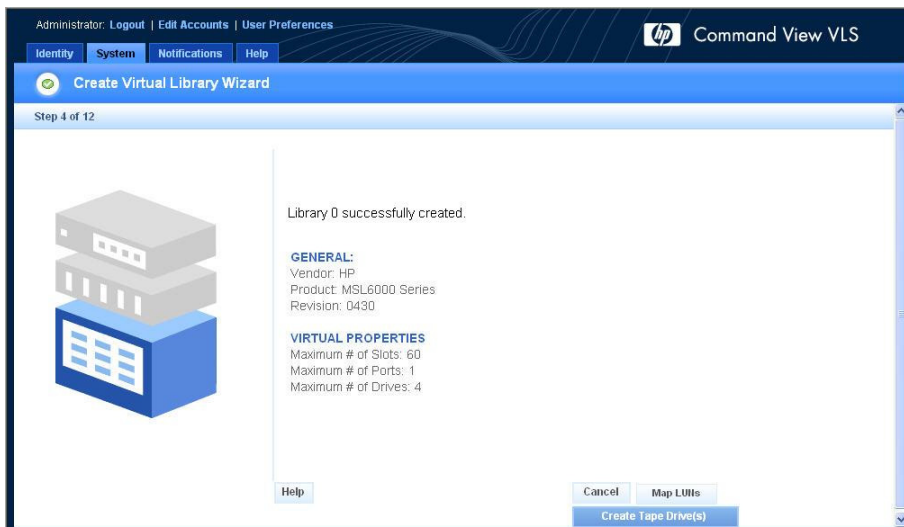

図 31. [Create Virtual Library Wizard]ウィンドウ (4/12)
サマリー ウィンドウが表示され、作成したライブラリ エミュレーションに関する詳細情報が表示されます (図 31)。
1. [Create Library Wizard]ウィンドウ (図 31) がすでに表示されている場合、[Create Tape Drive(s)]ボタンをクリックします。